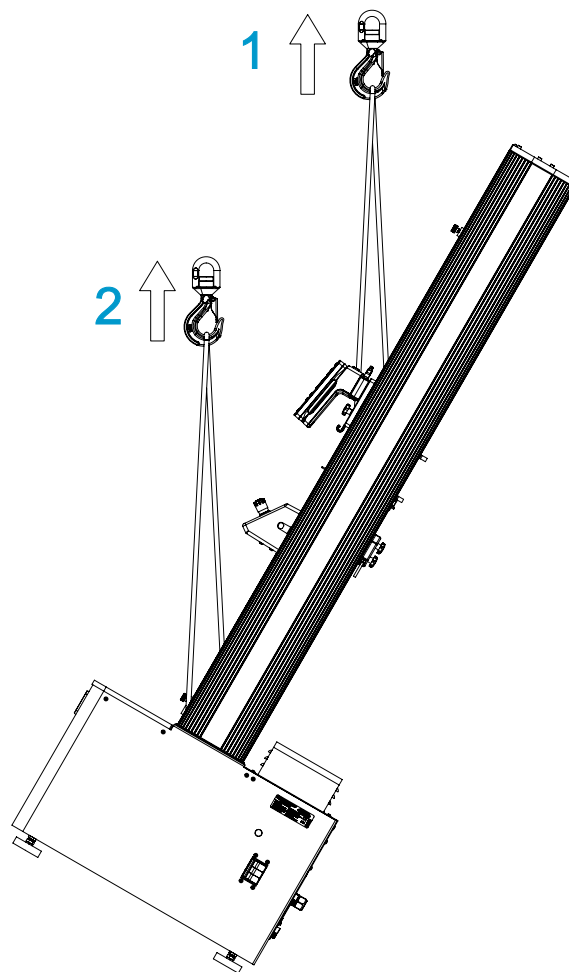

図 19. クレーンを使ってロードフレームを立てる
2. クロスヘッドに2本のリフティングスリングを取り付け、70 ページの図 19 に示すように、クレーンのフックに固定します。リフティングスリングの代わりにチェーンを使う場合は、クロスヘッドを保護材で包み、クロスヘッドに傷が付かないようにします。チェーンもトッププレートなどのフレームの他の部分への損傷の原因となる可能性があります。すべての損傷を受けやすい構成部品の周辺を必ず保護材で覆ってください。
- 70 ページの 図 19 に示すように、2 本の M16 持ち上げボルトをフレーム ベースに取り付け、2 本の追加のスリングをボルトに取り付けます。
説明 図 19